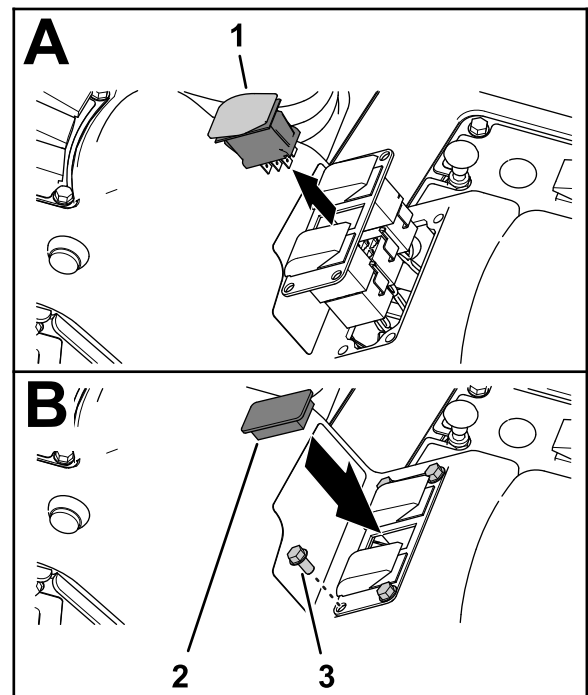

Figura 32
2. Apriete las pestañas de bloqueo del interruptor de control de caudal, y saque el interruptor del panel de 3 interruptores (Figura 32).
5. Monte el panel de 3 interruptores en la consola de control (Figura 32) con los 4 tornillos con arandela prensada (1/4" x 1/2") que retiró en el paso 1.